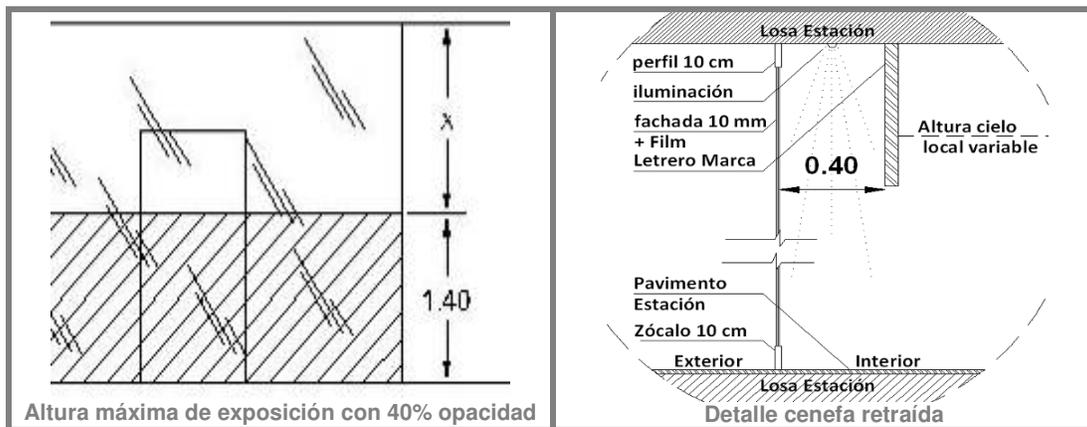

Fig. 2 Detalle de fachadas
- Se permite un 40% de opacidad en la fachada, hasta una altura máxima de 1,40 mts desde el nivel piso terminado de la estación, esta opacidad se aprobara según la disposición interior del espacio comercial y exclusivamente para la instalación de muebles de exhibición y/ o gráfica, estos deben ser autorizados por Metro. [fig.2]
- El espesor variable según necesidades del proyecto. [fig.2]